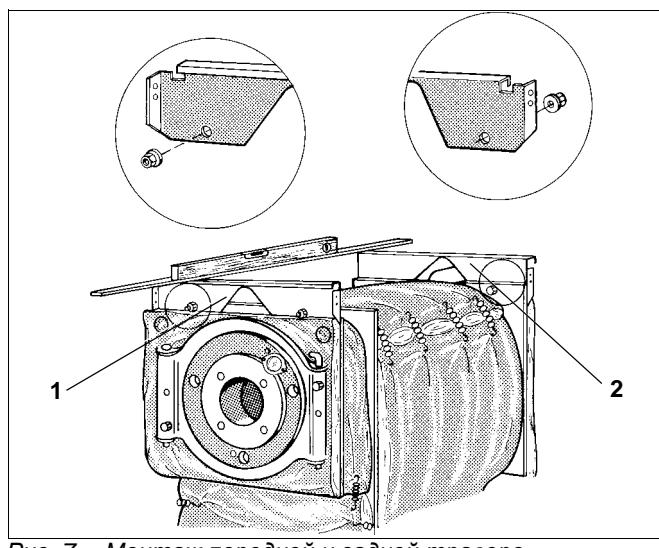

Рис. 7 Монтаж передней и задней траверс
- Наденьте переднюю траверсу (рис. 7, поз. 1), трапециевидным вырезом вниз 2 отверстиями на винты и закрепите гайками (рис. 7).
- Наденьте заднюю траверсу (рис. 7, поз. 2), трапециевидным вырезом вниз 2 отверстиями на винты и закрепите гайками (рис. 7).
Отбортовки траверс должны быть направлены от котла. Переднюю и заднюю траверсы необходимо выровнять в горизонтальной плоскости (рис. 7).